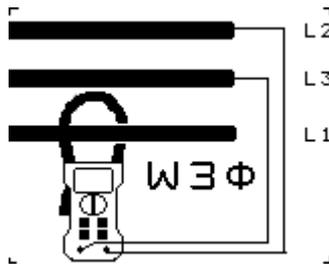

Fig. 5
- Un message à l'écran, Fig.5, indique la méthode de connexion suivante.
- Appuyer sur la poignée pour ouvrir les mâchoires puis placer la pince autour du conducteur Phase L1, comme illustré dans la Fig. 5.